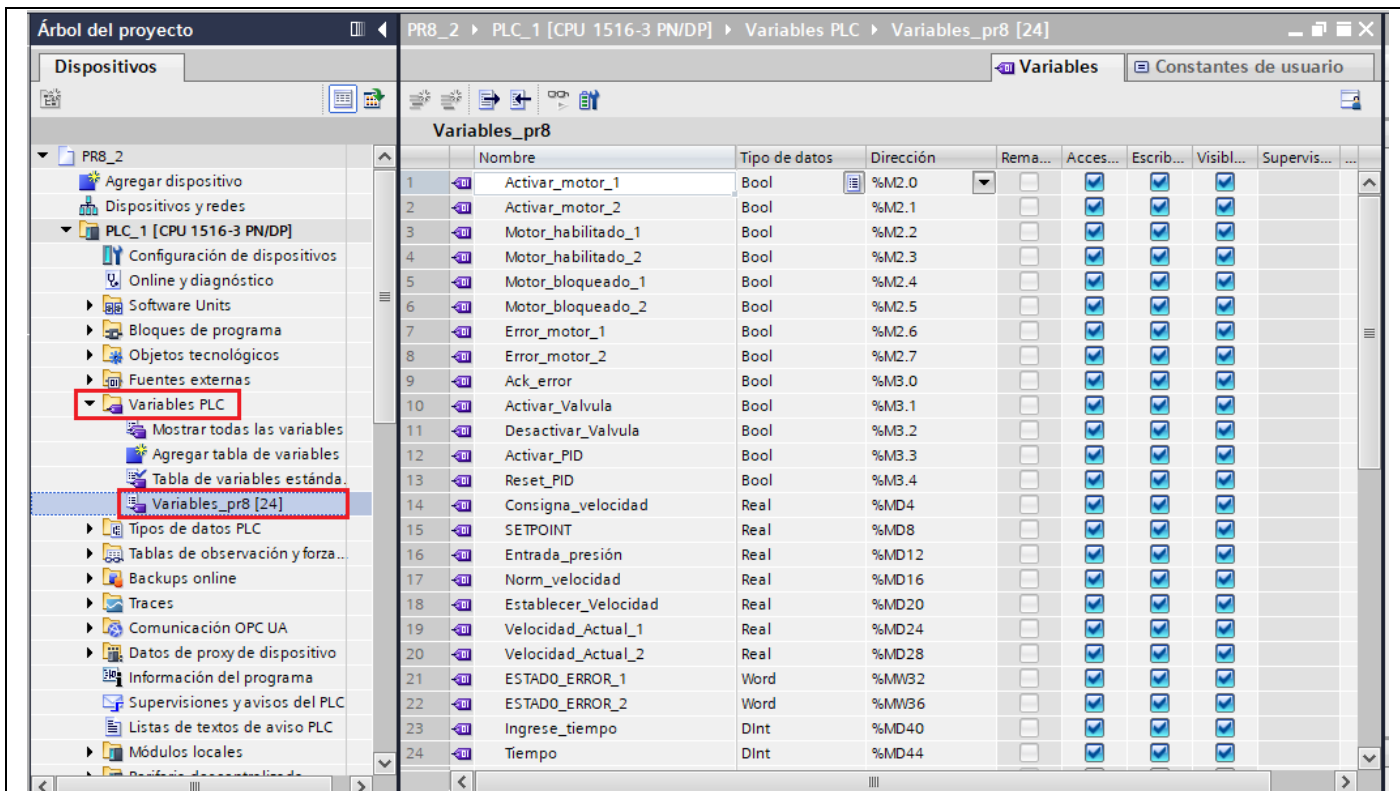

Figura 26. Variables de proyecto.
- Primero se debe asignar el nombre a las variables que se usaran dentro del proyecto, para ello ubicarse en el "Árbol del proyecto" y hacer clic en "PLC_1 [CPU 1516-3 PN/DP]" / "Variables PLC" / "Agregar tabla de variables", se agregara una tabla de variables para el proyecto denominada "Variables_PR8". (ver Figura 26).